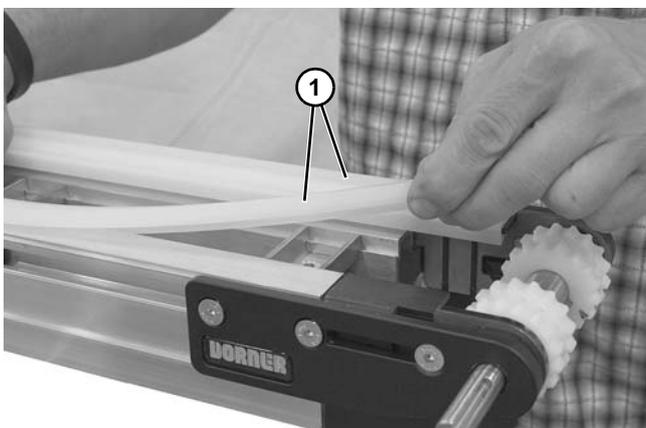

Figure 65
2. Retirer les bandes d'usure supérieures (**Figure 65, élément 1**).